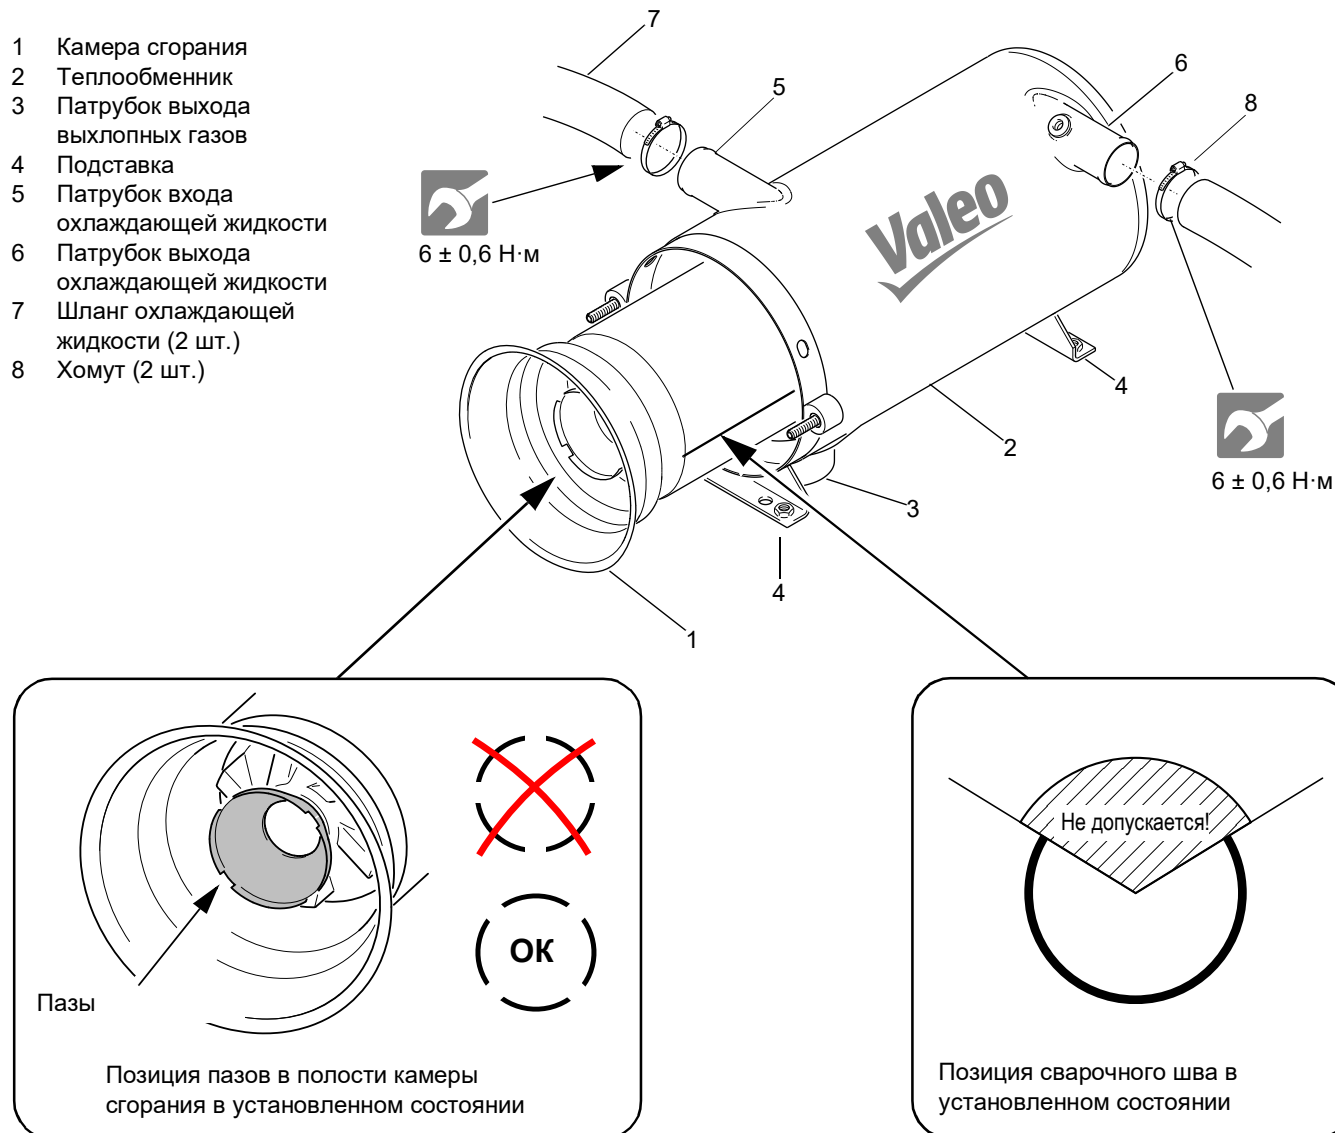

Рис. 808 Демонтаж и установка камеры сгорания
2. Извлечь камеру сгорания (1, Рис. 808) из теплообменника (2).
1. Вставить камеру сгорания (1, Рис. 808) до упора в теплообменник (2). При этом следить за положением:
- Камеру сгорания следует расположить в теплообменнике по возможности таким образом, чтобы сварочный шов жаровой трубы находился в секторе между 2 и 10 часами (не был направлен вверх!) (Рис. 808). Изменение этого положения при проведении технического обслуживания допустимо и благоприятно сказывается на продолжительности срока службы камеры сгорания.
- Позиционировать пазы в полости камеры сгорания при установке, как показано на Рис. 808. Подтекающее из форсунки топливо в этом случае попадает в резервуар, расположенный между диском и камерой, и сгорает при дальнейшей работе в режиме горения, не загрязняя подогреватель.
3. Вынуть комбинированные винты (2) и отсоединить головку горелки (1) от теплообменника.
4. При необходимости ослабить хомут выхлопной трубы у патрубка отвода выхлопных газов (3, Рис. 808).
1. Правильно расположить камеру сгорания (1) в теплообменнике (2) (см. Рис. 808).
3. Установить теплообменник (2, Рис. 808) в монтажное положение и, в зависимости от используемых точек крепления, закрепить подставку (4) в транспортном средстве винтами, гайками и шайбами.
4. При необходимости закрепить хомутом выхлопную трубу на патрубок выхода выхлопных газов (3).
5. Вставить шланги охлаждающей жидкости (7) в патрубок входа охлаждающей жидкости (5) и выхода (6) охлаждающей жидкости и закрепить их хомутами (8).